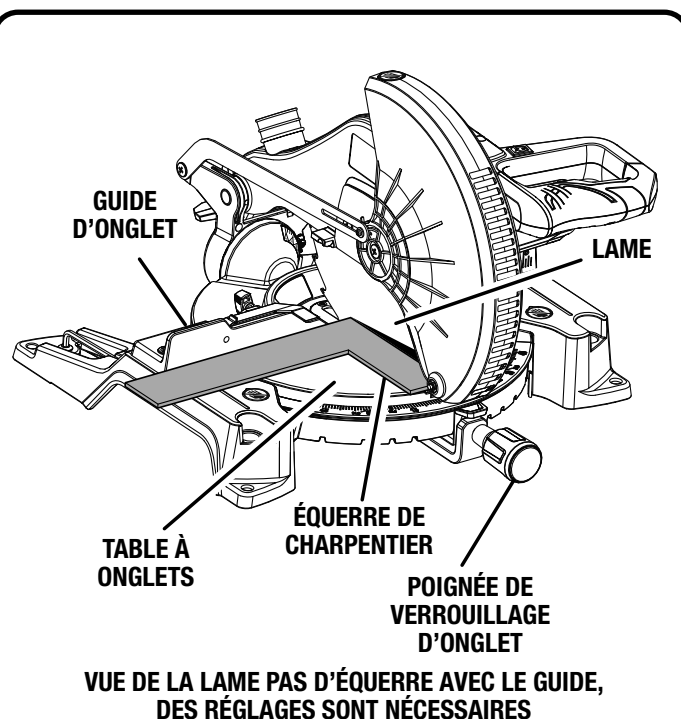

Fig. 15
- Si l'avant ou l'arrière de la lame s'écarte de l'équerre, des réglages, illustrés aux figures 15 et 16, sont nécessaires.